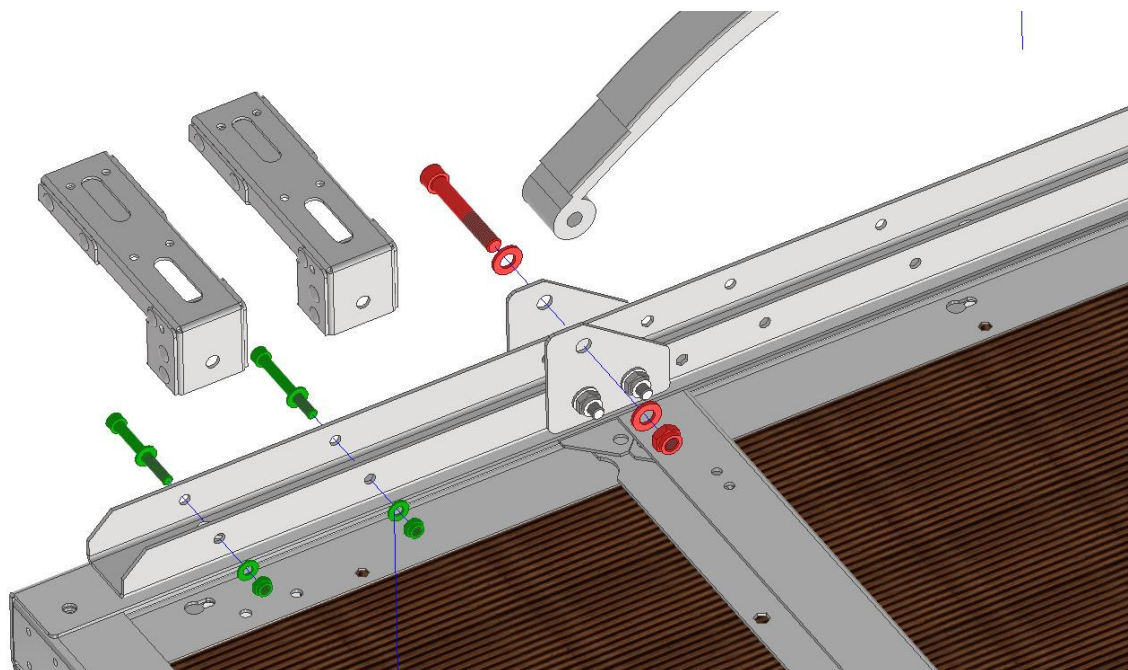

Рис.2 Установка кронштейнов подножек и рессор
- Установку рессор начинать с «хвоста», вставив его в кронштейн между направляющих пластин, далее закрепить через проушину винтами М12, как показано на Рис.2 (винты предустановлены в кронштейне рессоры)
- Кронштейны подножек закрепить винтами М8 как на Рис.2 (винты предустановлены на подрамнике)